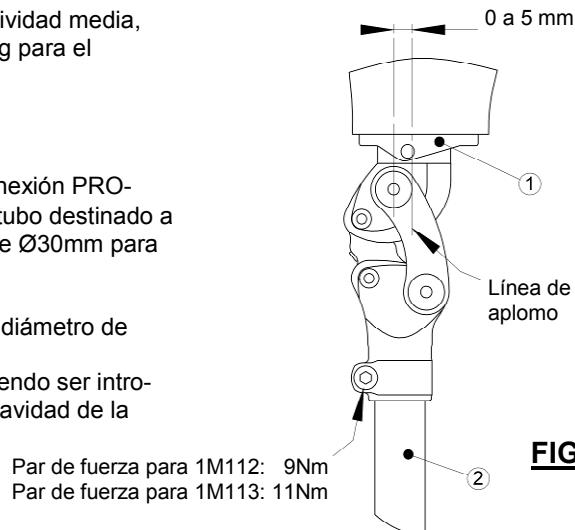

FIG. 1
B) CONEXIONES (Fig. 1)
C) ALINEAMIENTO (Fig. 1)